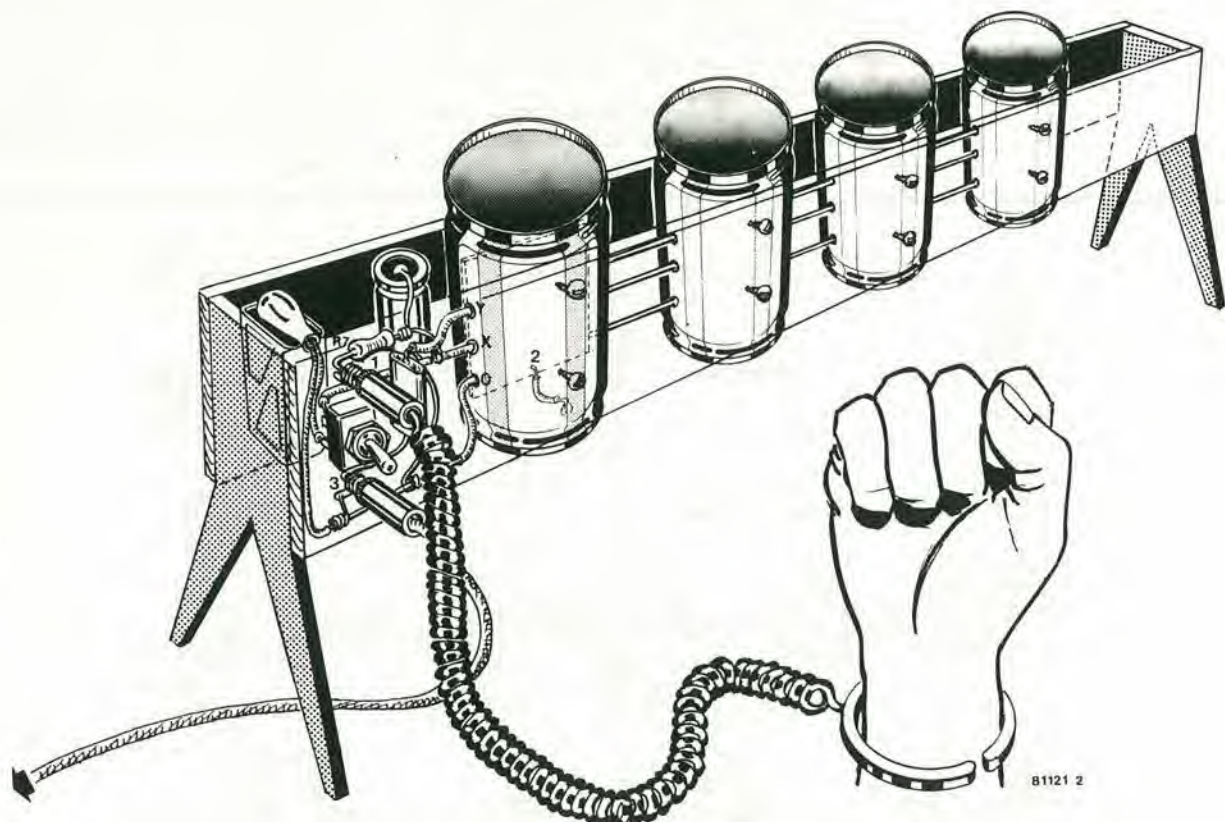

Figura 2. Prospetto del complesso montato e pronto all'uso.
Nella figura 2, si osserva una realizzazione pratica indicativa non vincolante, però razionale. Visto che la disposizione dei componenti su ciascuna bassetta non è critica, il
a) Le unità, riviste e sicuramente funzionali, saranno montate nei barattoli per mezzo di squadrette metalliche, le quali oltre a servire da sostegno, porranno a massa sul barattolo il terminale (2). Il fondo del barattolo non deve essere assolutamente manomesso, in quanto, essendo liscio fungerà da "touch plate". Al contrario, la parte superiore sarà tolta con un apriscatole, e da questa parte si infilerà il complesso elettronico. Prima di inserire le basette nei barattoli, i punti terminali X, Y e MASSA dovranno essere muniti di conduttori per il raccordo generale; tali connessioni, spoggeranno o dalla parte ex-superiore di ogni barattolo (che sarà montato capovolto) o da dei fori praticati lateralmente (vedi l'articolo sull'apertura dei barattoli).
c) Tutti i barattoli "bongo" saranno ora montati su di un supporto in legno (vedi la figura 2 o in altro materiale isolante, tipo plastica, dato che non vi deve essere contatto reciproco. Sul pannello frontale, come si vede nella figura 2, saranno fissati: l'interruttore generale, la boccola dove va collegato lo spinotto del bracciale ed il jack di uscita complessivo, per tutti i "bongo".
Sempre come si vede nella figura 2, la pila e gli altri (pochi) componenti passivi di disaccoppiamento saranno montati nei pressi. Effettuate tutte le interconnessioni tra i barattoli, le boccole e l'alimentazione generale, il complesso potrà essere sottoposto a collaudo. Il risultato dovrebbe essere ottimo, se si sono seguite le nostre istruzioni a proposito del Cx e della regolazione del P1. L'uscita degli oscillatori, essendo di 0,5V da picco a picco, all'inizio dell'innescò, può essere portata all'ingresso "AUX" di un qualunque amplificatore HI-FI anche abbastanza "sordo".